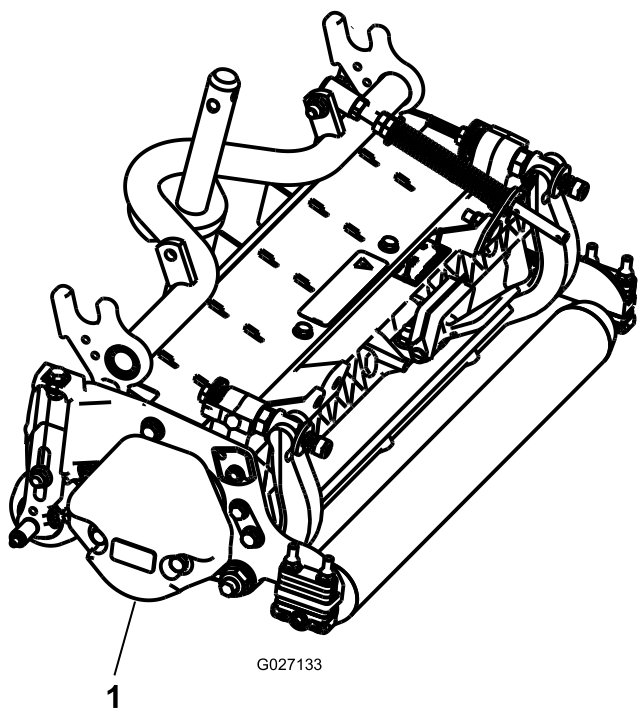

Рисунок 7
3. Убедитесь, что противовес (Рисунок 7) установлен на соответствующем конце режущего блока, как описано в *Руководстве по эксплуатации* режущего блока.